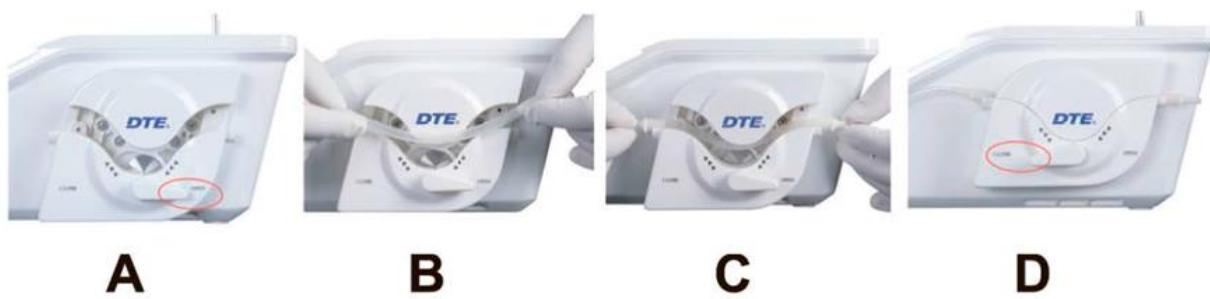

Рис.2
1. Откройте крышку (Рис.2 - A) до упора.
2. Вставьте трубку для воды в рабочее колесо (Рис.2 – B, C).
3. Закройте плотно крышку (Рис.2 - D).
Запрещено активировать ножную педаль Surgery-X LED при открытой крышке перистальтической помпы. (Рис.2 – B, C) Движущиеся части аппарата могут травмировать пользователя.